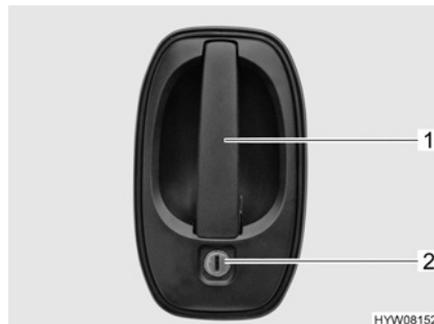

Fig. 16 Cerradura de la puerta (puerta del conductor, puerta de entrada, en el exterior)
- Introducir la llave en el cilindro de cierre (Fig. 16,2) y girarla hasta que esté desbloqueada la cerradura de la puerta.
- Tirar del tirador de la puerta (Fig. 16,1). La puerta está abierta.
- Introducir la llave en el cilindro de cierre (Fig. 16,2) y girarla hasta que esté bloqueada la cerradura de la puerta.